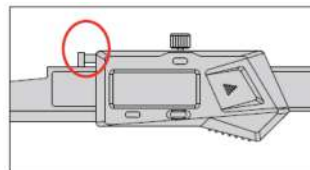

рис.4
- Потяните за линейку, переместите щуп клиновой в точку расположения и нажмите кнопку zero, чтобы установить ноль (рис.4).